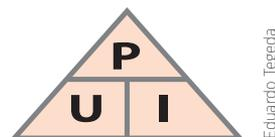

Figura 11 – Triângulo para determinação dos valores de potência, tensão ou corrente em um circuito.
Nessa fórmula,  $U$  é a tensão entre os terminais do consumidor expressa em **volts (V)**;  $I$  é a corrente circulante no consumidor, expressa em **ampères (A)**; e  $P$  é a potência dissipada expressa em **watts (W)**. Utiliza-se a Lei de Ohm para determinar os valores de potência ( $P$ ), tensão ( $U$ ) ou corrente ( $I$ ) em um circuito. Para obter o valor desconhecido em um circuito, basta conhecer dois dos valores da equação da Lei de Ohm:  $U$  e  $I$ ,  $I$  e  $P$  ou  $U$  e  $P$  (Figura 11).